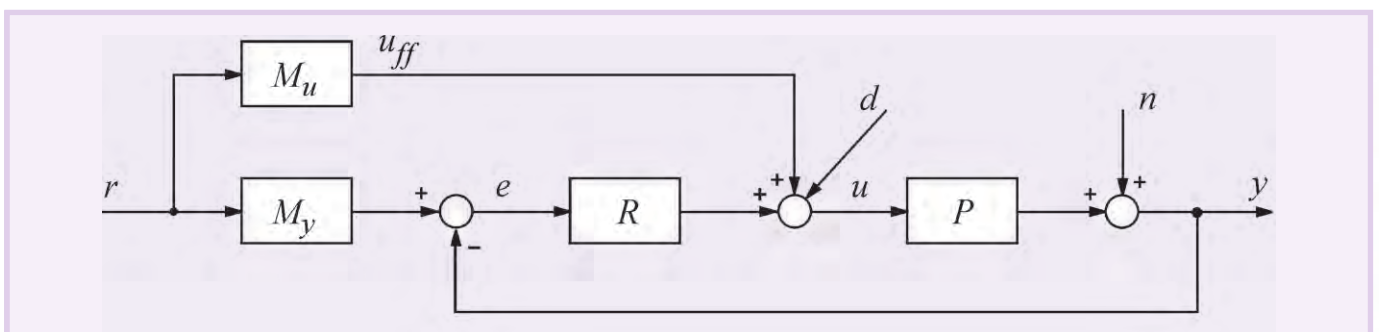

Рис. 14. Структура регулятора с двумя степенями свободы в замкнутой системе регулирования
Структура ПИД-регулятора, использующего принцип разомкнутого управления, показана на рис. 14. Здесь регулятор  $R$  спроектирован, как в системе с классическим ПИД-регулятором, а передаточные функции блоков  $M_u$  и  $M_y$  выбираются так, чтобы улучшить реакцию системы на входное воздействие  $r(t)$ .
Непосредственно по рис. 14 можно записать передаточную функцию системы от входа  $r$  на её выход  $y$  в виде:
Поскольку в системе, показанной на рис. 14, ошибка на низких частотах и в установившемся режиме равна нулю благодаря интегральному члену в ПИД-регуляторе  $R$ , высокую точность компенсации ошибки с помощью прямой связи достаточно обеспечить только на высоких частотах. Это об-
Рис. 15. Реакция системы, имеющей ПИД-регулятор с прямой связью и передаточной функцией объекта, на скачок  $r(t)$  при  $T_i = 0,015$  с,  $K = 6$ ,  $T_d = 0,3$  с для объекта вида (5) при  $T = 0,1$  с,  $L = 0,005$  с (обозначения соответствуют рис. 14)